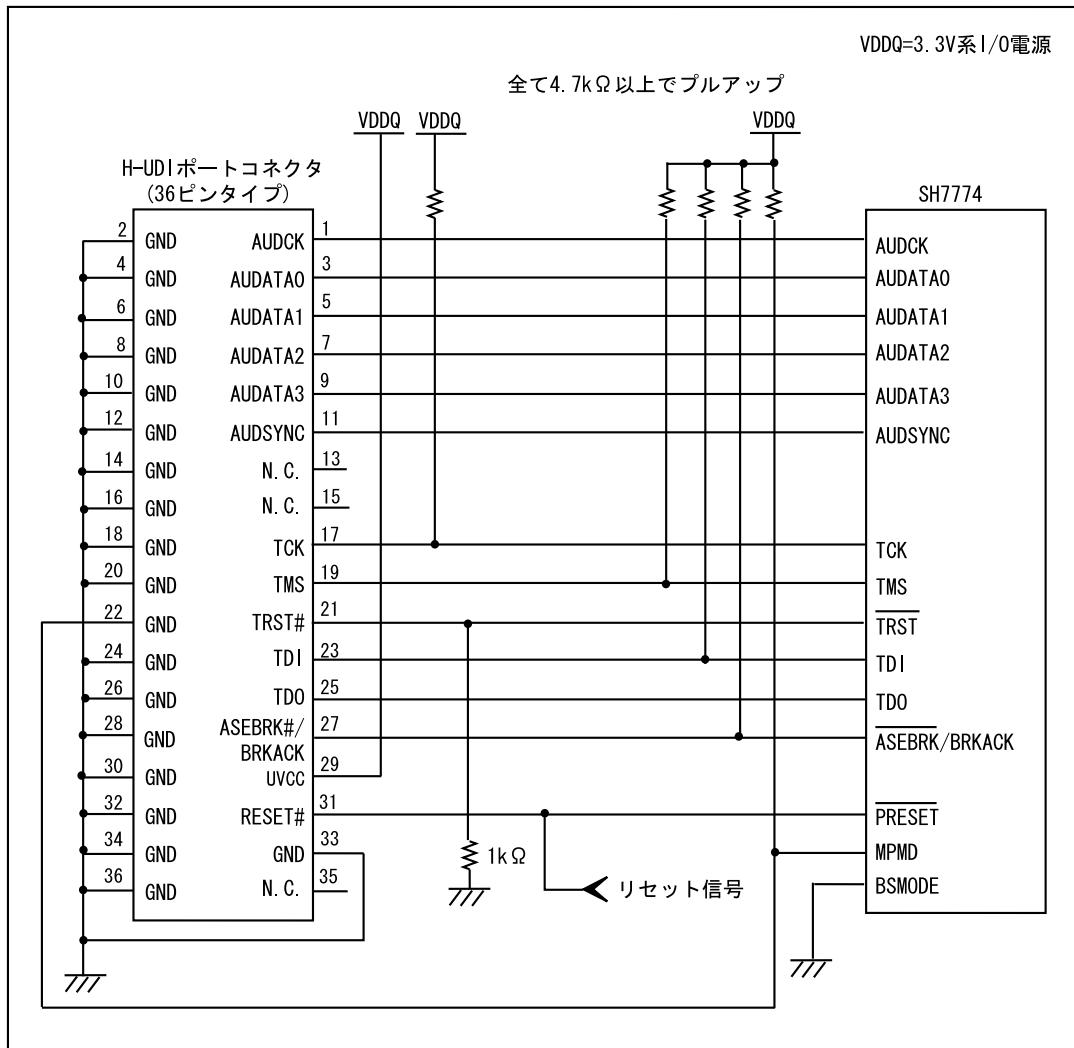

図1.3 E10A-USB 使用時の H-UDI ポートコネクタ - チップ間の推奨接続例(36 ピンタイプ)
- 図1.3の回路を組んだ場合のE10A-USB エミュレータのスイッチ設定 : SW2=1, SW3=1